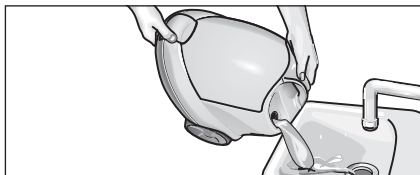

Fig. 12: Skylle vanntanken
- Fyll vanntanken med vann, og rist den kraftig (dette løser kalkavsetninger i bunnen av tanken). Tøm deretter ut vannet ved å vippe maskinen mot hjørnet med påfyllingstrakten (se fig. 12).
- Tøm tanken helt for vann (se fig. 12).